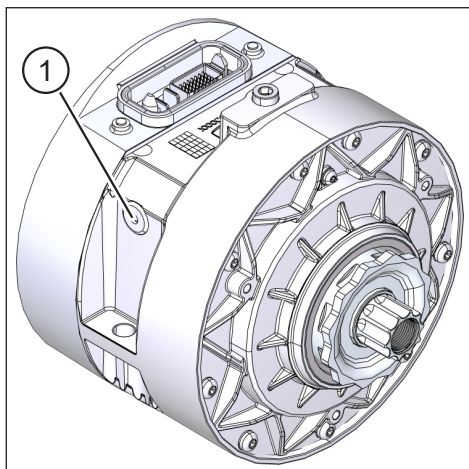
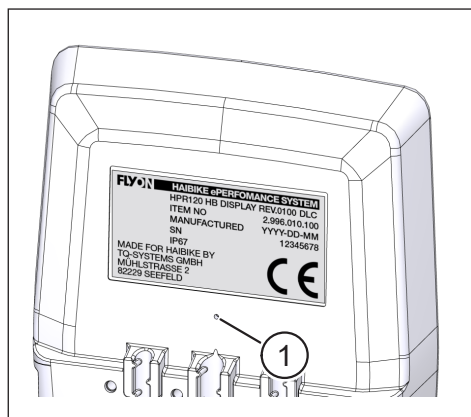
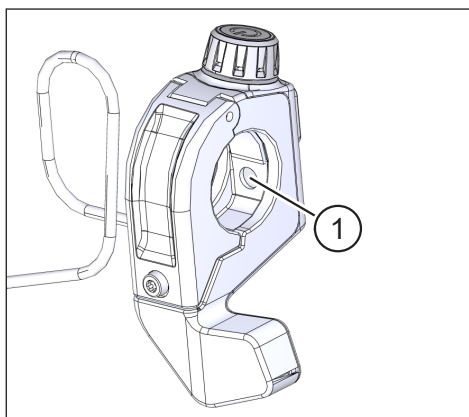

Fig. 50: Vanne de purge avec membrane sur l'unité d'entraînement Haibike
Fig. 51: Vanne de purge avec membrane sur Haibike HMI & System Control
Fig. 52: Vanne de purge avec membrane sur Haibike Remote
Les membranes (pos. 1 dans Fig. 50, Fig. 51 et Fig. 52) permettent d'évacuer l'humidité.